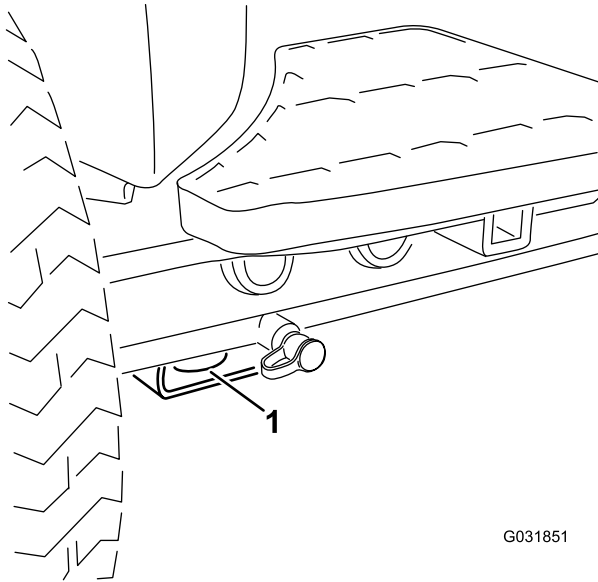

Figura 25
- **Parte delantera de la máquina** – el orificio del bloque rectangular, debajo del tubo del eje, al interior de cada rueda delantera (Figura 25).